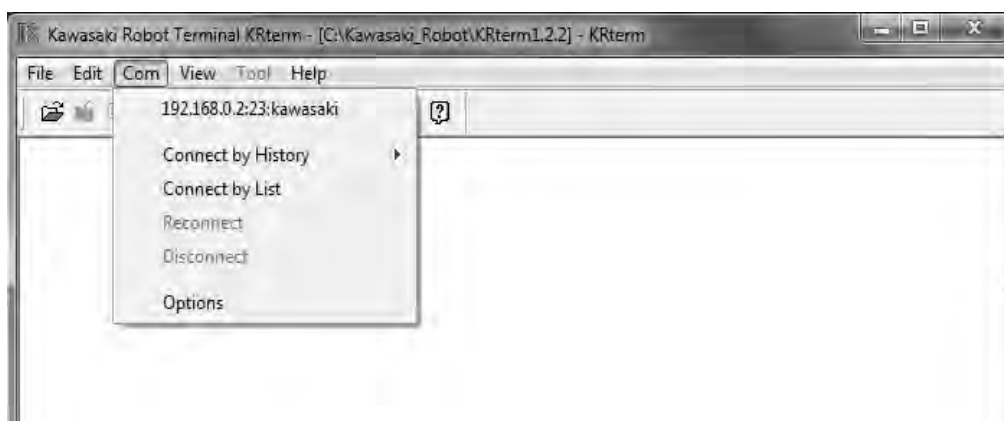

Рисунок 1 – Окно терминала редактора KRterm
- 2 Подключиться к контроллеру. В окне (рисунок 1) выбрать Com/имя (первая строчка).